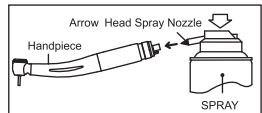

Fig. 17
- 1) ① Direktanslutningstyp: Ta bort handstycket från slangen.
② Typ av snabbkoppling: Koppla bort handtaget från snabbkopplingen.
- 3) Montera munstycket i aerosolporten (Fig. 17).